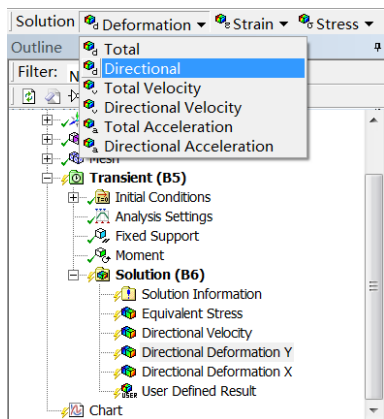
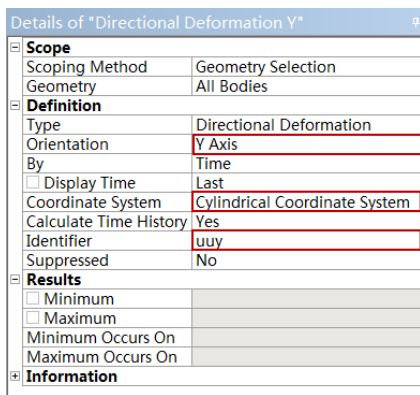

图 10-28 求解方向位移
图 10-29 参数设置
- 步骤 05** 选择 Solution 工具栏中的“Deformation”（变形）→“Directional”（方向）命令，如图 10-28 所示，此时在分析树中会出现“Directional Deformation”（方向变形）选项，利用〈F2〉快捷键重新命名为“Directional Deformation Y”。在参数设置列表中设置各参数如图 10-29 所示。